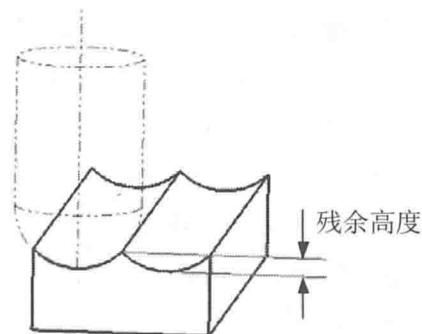

图 1-5 残余高度
- 残余高度：在曲面加工中，相邻两条数控刀轨之间会留下未切削区域，如图 1-5 所示，由此造成的加工误差称为残余高度，它主要影响加工表面的粗糙度。